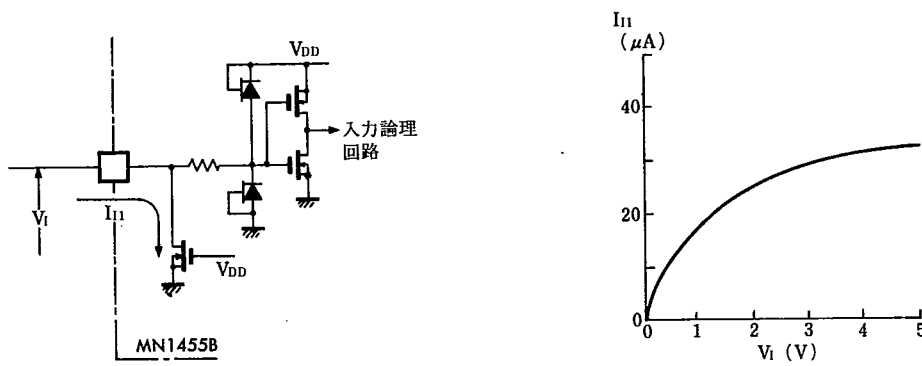

Fig. 2 プルダウン抵抗付入力回路および入力電流 (Fig. 4 参照)
停電時には、電源をバッテリバックアップして、発振周波数を 4MHz から 32kHz に切り換え、低速でマイクロコンピュータを動作させて、このときの消費電流を低減させます。命令実行スピードは、32kHz の 1/5 分周が 1 マシンサイクルですから 156 μ s となります。周波数切換時のタイミング関係を図 2 に示します。ただし、これはあくまでも模式的なものであり、精密なタイミングチャートではありません。
*2) Fig. 2参照